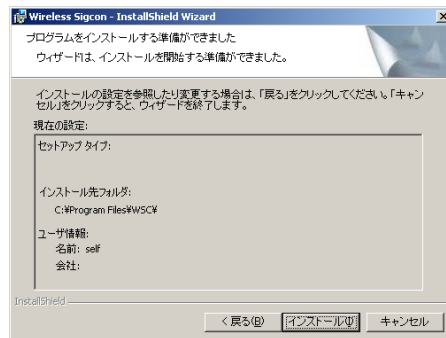
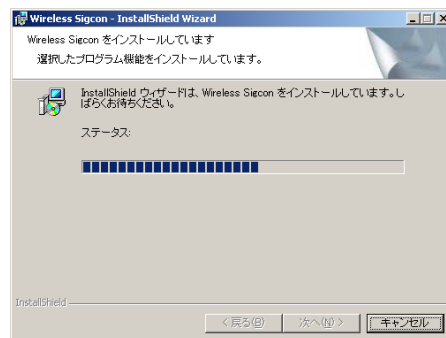

図9. インストール画面4
図10. インストール画面5
- ④ 次に、図9の画面が表示されます。『インストール』ボタンをクリックするとインストールを開始し図10の画面が表示されます。